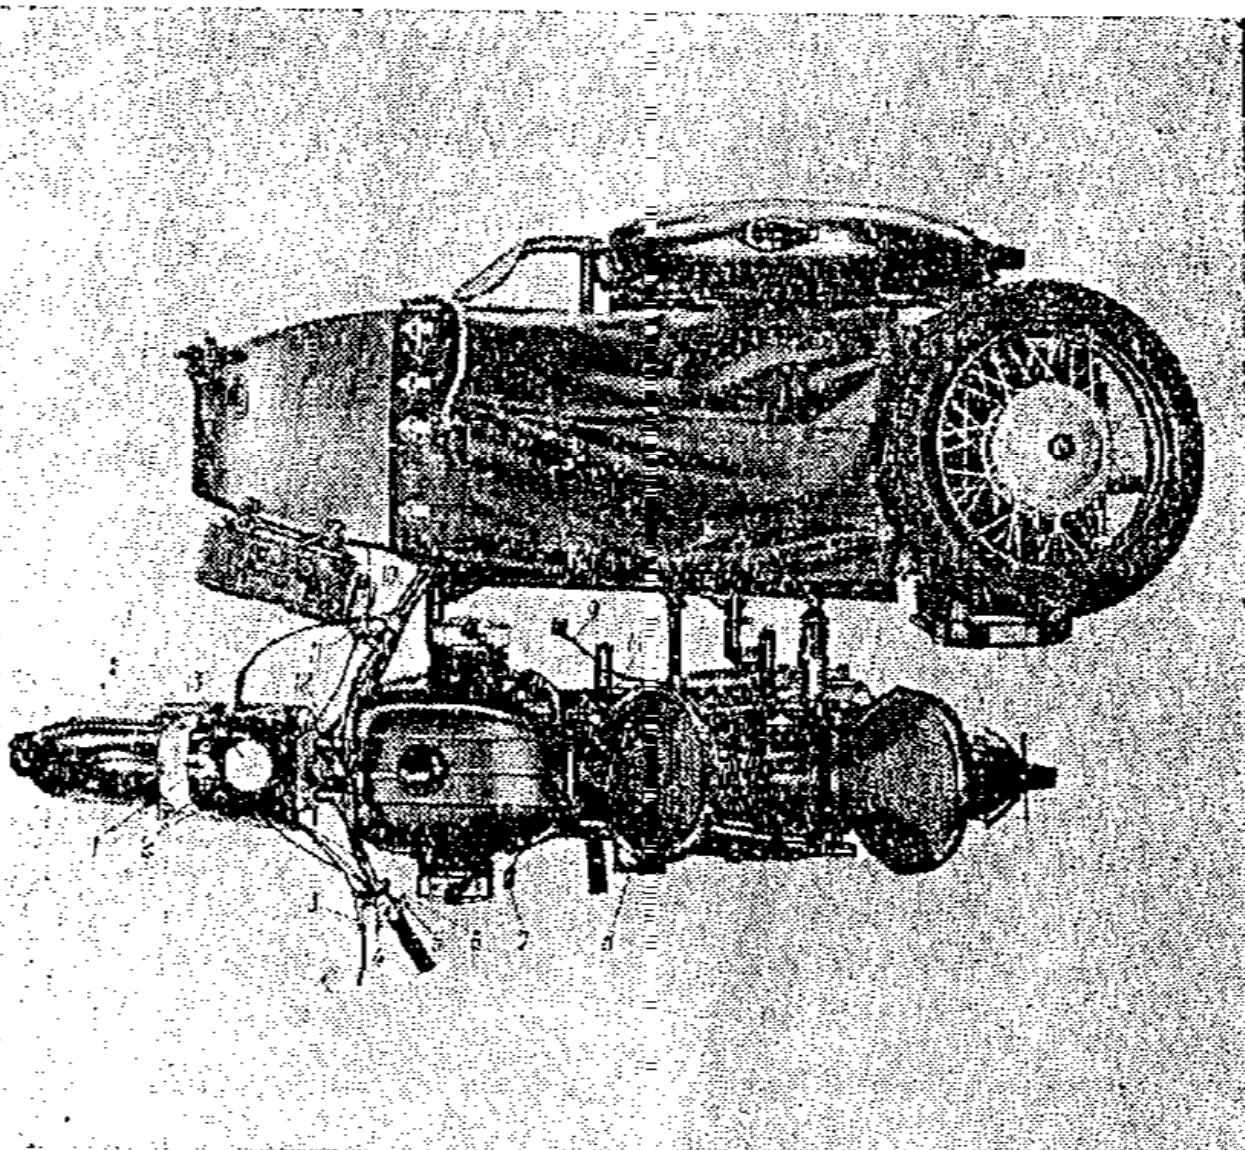
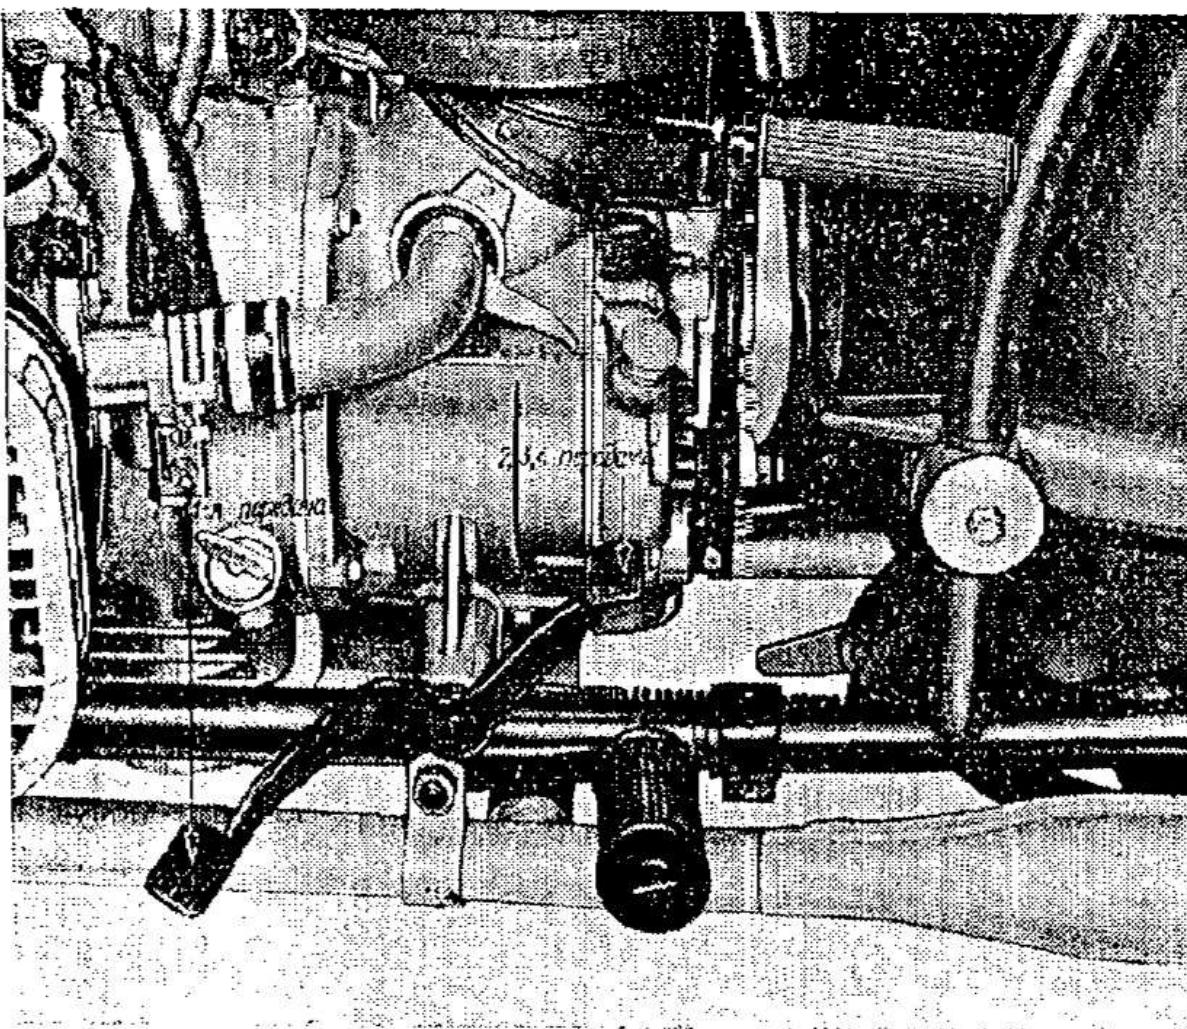

Рис. 2. Органы управления:
Рис. 4. Включение передач
Расположение органов управления показано на рис. 2.
В фару за центральным переключателем вмонтирован спидометр 13 (рис. 2). Он имеет счетчик общего километража пробега и указатель скорости. В стержень рулевой колонки вмонтирован амортизатор руля 12, который предназначен для уменьшения поперечных колебаний колеса и облегчения управления мотоциклом. Рачаг пускового механизма 8 расположен с левой стороны мотоцикла и служит для запуска двигателя. Педаль ножного переключения 7 находится с левой стороны коробки передач и имеет две опорные площадки. При нажатии педали носком передачи переключаются с высших на низшие, при нажатии пяткой — с низших на высшие (рис. 4). После каждого нажатия педаль автоматически возвращается в исходное положение.
По мере отклонения педали от среднего положения сцепление выключается. Рукоятка 14 (рис. 2) включения передачи заднего хода расположена на коробке передач с правой стороны и имеет два положения: заднее — передача выключена; переднее — передача включена. Педаль ножного тормоза 9 находится с правой стороны рамы мотоцикла. При нажатии на педаль затормаживается заднее колесо, при возвращении педали в первоначальное положение торможение прекращается.
2. Установить основное нейтральное положение (между I и II передачами) механизма переключения передач (рис. 4). При этом, если ключ зажигания вставлен в замок, должна загореться лампа указателя нейтрали, расположенная на фаре. При определенном навыке нейтраль может быть найдена без помощи светового указателя на фаре по характерному щелчуку в коробке передач при выключении I или II передачи.